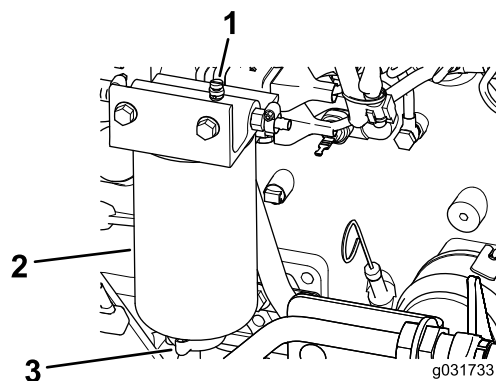

Figure 105
2. Desserrez le robinet de vidange au bas du filtre (Figure 105).
2. Vidangez une partie du carburant en desserrant le bouchon d'aération et en ouvrant la vanne de vidange (Figure 105).